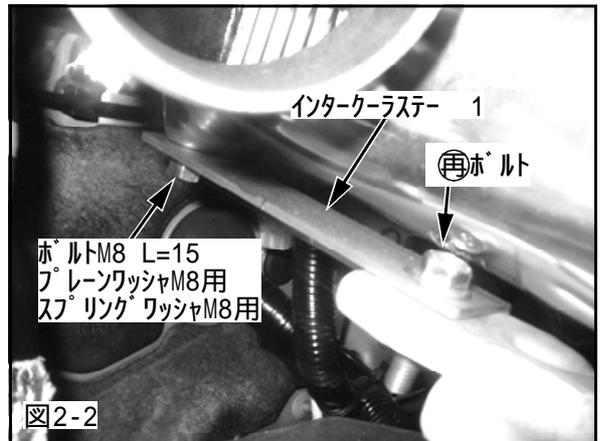

図2-2
- (2) インタークーラコア Assy とインタークーラステー 1 を仮付けしてください。(図2-2)